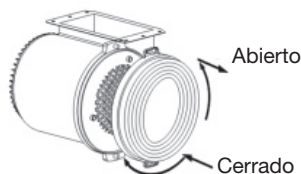

Imagen 9
• INSTALACIÓN DEL FILTRO DE CARBÓN, VER IMAGEN 9;